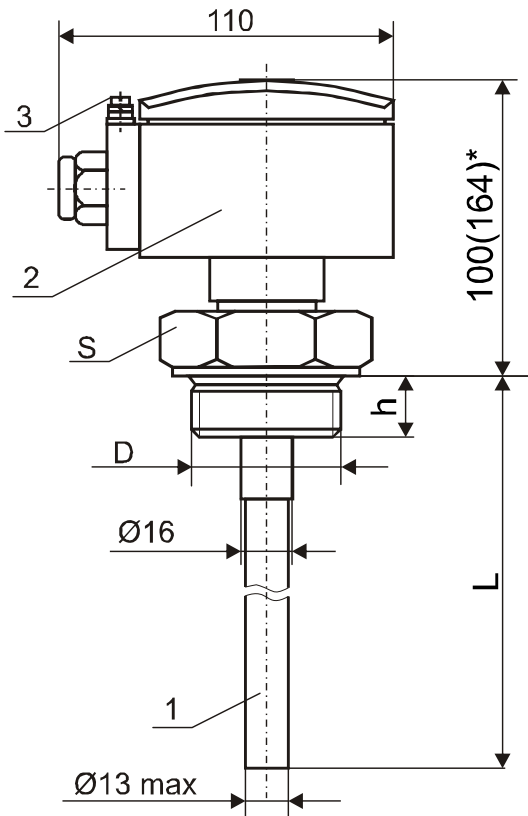

Рисунок 1
1.3.1 Датчик (рисунок 1) состоит из чувствительного элемента 1 различных конструктивных исполнений (таблица 2), корпуса 2 с крышкой и электронного модуля, расположенного внутри корпуса. Для датчиков предусмотрен зажим заземления 3 типа 3В-С-4х12 по ГОСТ 21130-75.